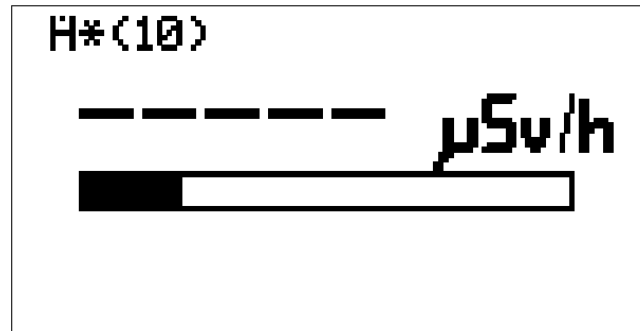

Abb. 15) Display-Anzeige im Einlaufmodus für den Messbereich $\mu\text{Sv/h}$.
Für Dosisleistungsmessungen ist nach dem elektrischen Nullpunkt abgleich der „Messbereichsumschalter (15) in Stellung „ $\mu\text{Sv/h}$ “ bzw. „ mSv/h “ zu bringen. Das Gerät geht dabei in den Einlaufmodus (siehe Abb. 15).